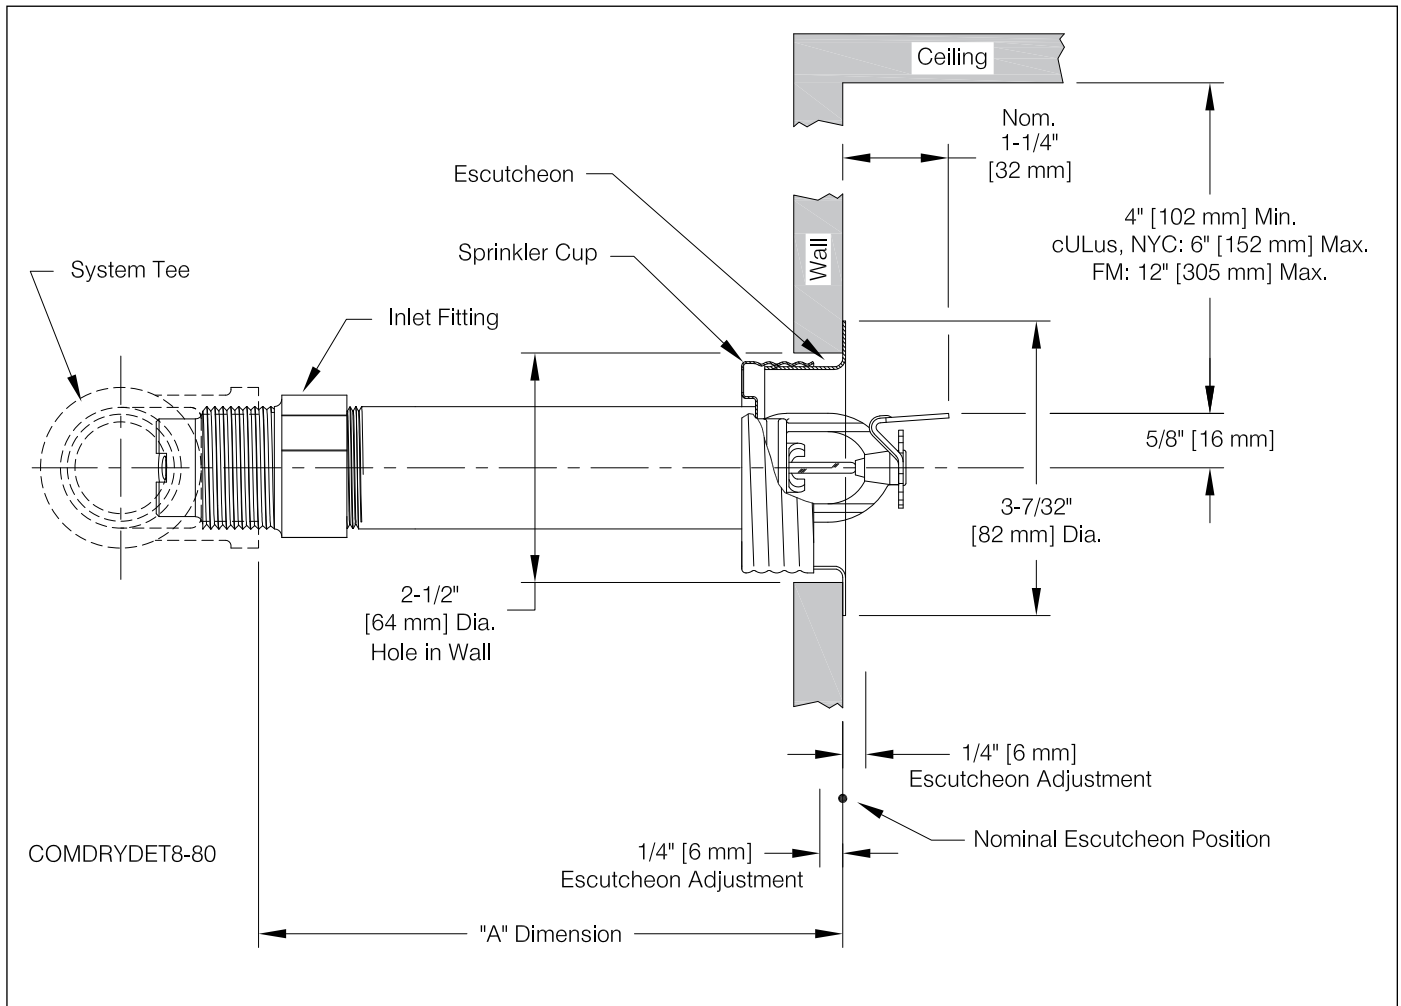

Fig. 7
(Voir Fig.7)
Dans toutes les installations de système à conduite sèche, le sprinkleur sec modèle F3QR80 doit être installé avec une saillie dans le raccord conformément aux Fig.1 à Fig.7 du présent Bulletin. Ne pas installer les sprinkleurs secs modèle F3QR80 avec le raccord d'entrée standard (long) dans des raccords en CPVC ayant une obstruction interne (voir Fig. 9). Ceci pourrait endommager le sprinkleur, le raccord ou les deux. Les sprinkleurs secs modèle F3QR80 sont disponibles avec un raccord d'entrée court « PL » pour une installation sur les raccords en CPVC des systèmes de sprinkleurs à conduite humide uniquement.
8. Longueur : Dimension « A » (de la face du té à la face du plafond ou du mur) par incréments de ¼ po (6 mm), voir Fig. 1 à Fig. 7